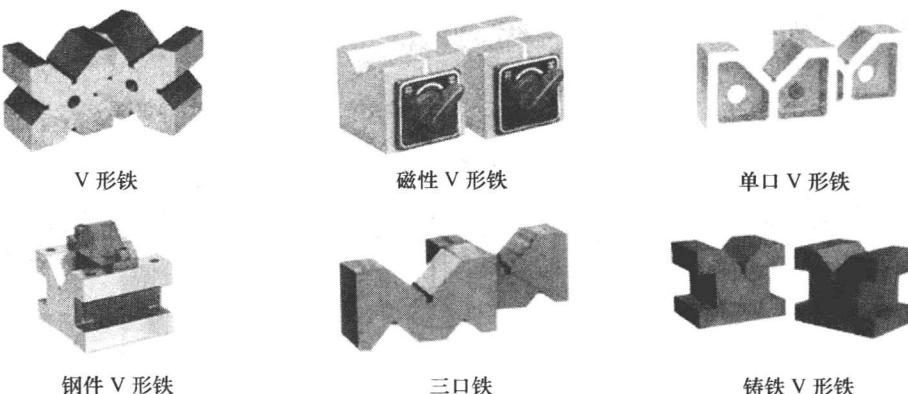

图 1-17 V 形铁
(2) V形铁 如图 1-17 所示，V形铁主要用于安放轴和套筒等圆形零件。一般V形铁都是两块一副，即平面与V形槽是在一次安装中加工的，V形槽夹角为 $90^\circ$ 或 $120^\circ$ 。V形铁也可当方箱使用。